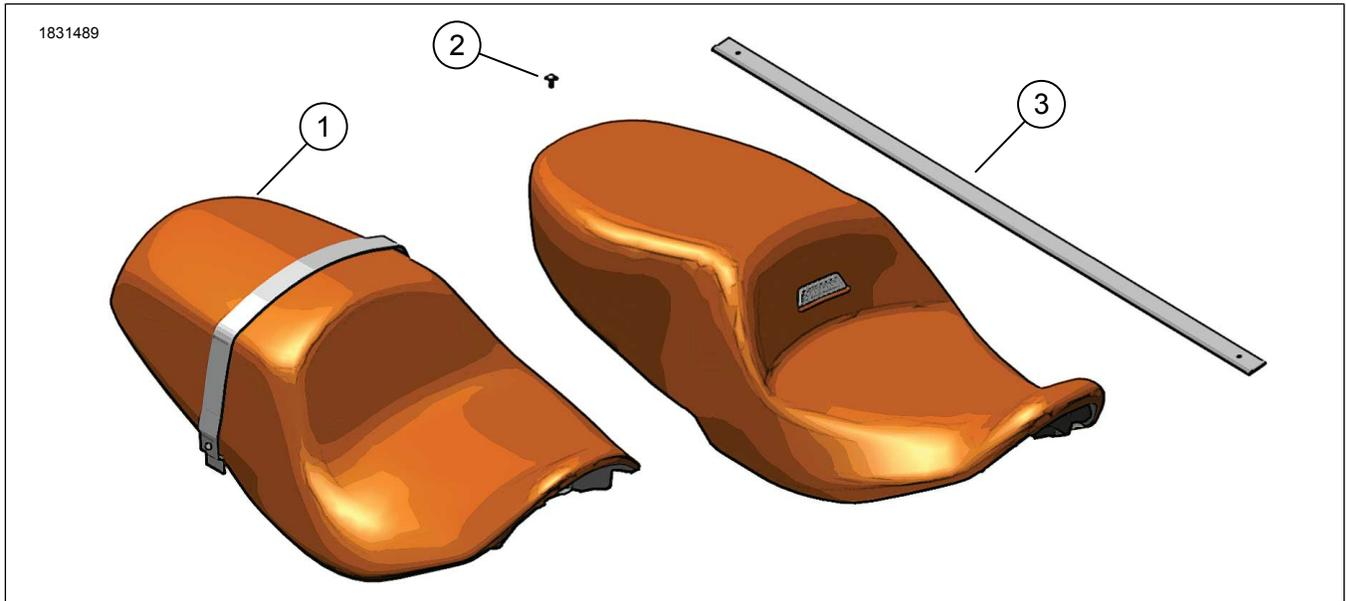
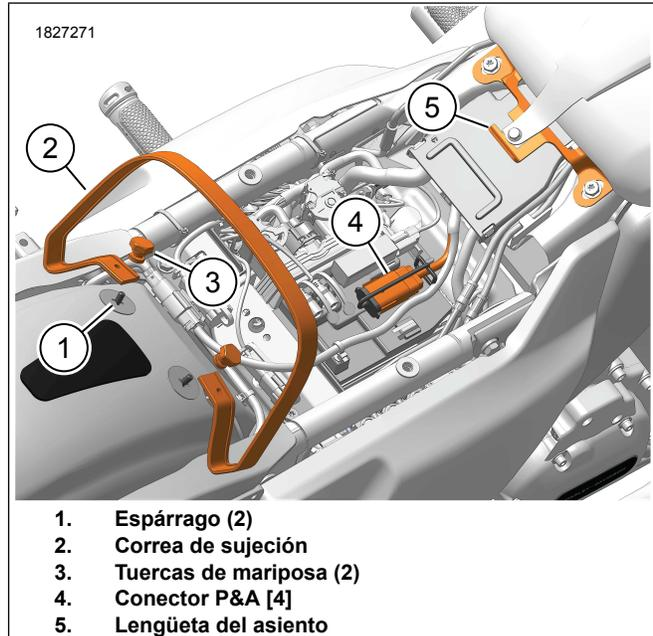
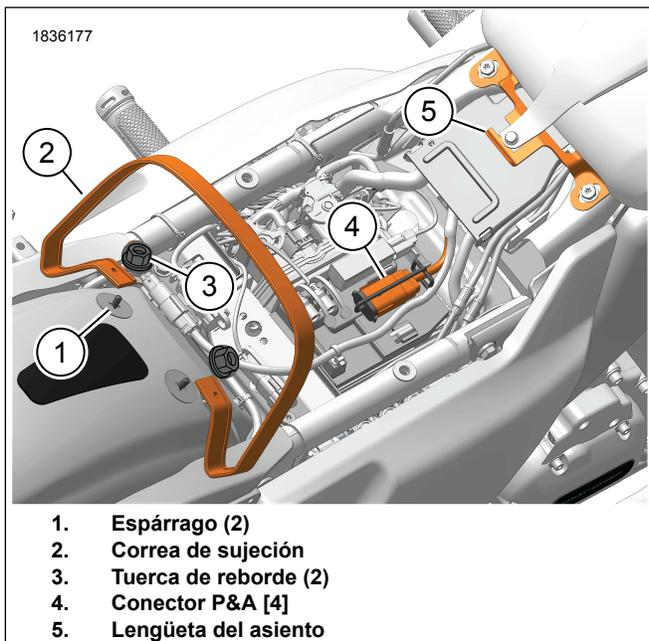
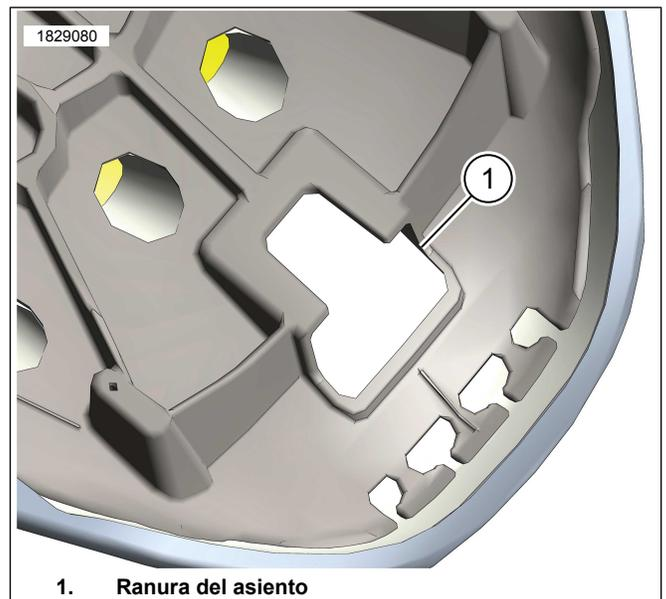

Figura 1. Contenido del kit: Asientos - Touring
Figura 2. Ubicaciones de los componentes
Figura 3. Ubicaciones de los componentes
Figura 5. Ranura de montaje del asiento
- Vea la Figura 2. Para vehículos con tuercas de mariposa se deben seguir los pasos 1a y 1b.
- Vea la Figura 3. Para vehículos con tuercas de mariposa se deben seguir los pasos 1a y 1c.
1. Consulte Figura 2 y Figura 3. Instale la **nueva** correa de sujeción.
- a. Instale la correa de agarre (2) a los pernos (1).
- b. Instale las tuercas de mariposa (3). Ajuste.
3. Consulte Figura 2 y Figura 5. Instale la parte trasera del asiento por la correa de agarre (2) hasta que la ranura de montaje del asiento (1) en la parte inferior delantera del asiento quede detrás de la lengüeta del asiento (5).
4. Deslice el asiento hacia adelante hasta que la lengüeta del asiento se acople totalmente a la ranura de montaje del asiento (1).
5. Vea la Figura 1. Instale el tornillo del asiento (2). Ajuste.